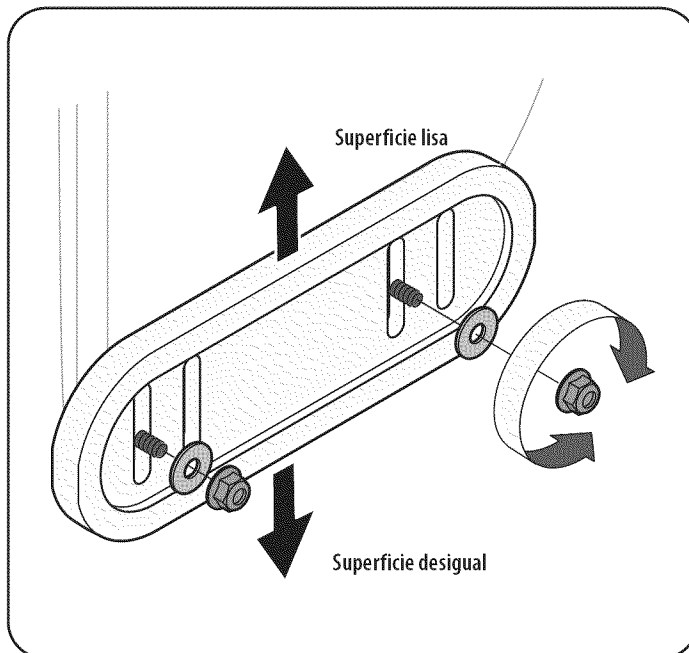

Figura 14
- Si desea quitar nieve al ras del suelo, eleve más las zapatas antideslizantes en la caja de la barrena. Refiérase a la Figura 14.
1. Afloje las cuatros tuercas hexagonales (dos en cada lado), arandelas planas, y los pernos del carro. Mueva las zapatas antideslizantes a la posición deseada. Vea la Figura 14.